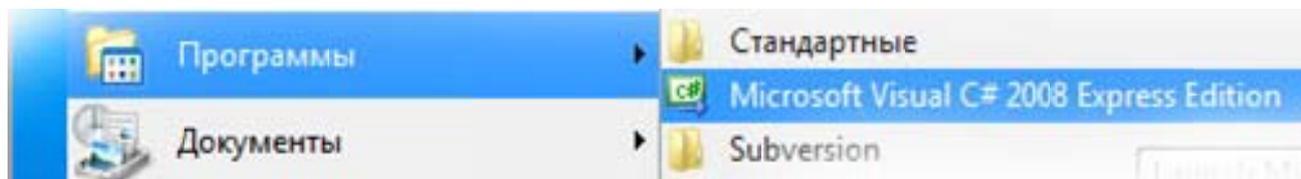

Рис. 62 Меню «Пуск/Программы»
1. Создать проект приложения. Запустите интегрированную среду разработки Microsoft Visual C# 2008 Express Edition (данную версию среды можно скачать из сети интернет с официального сайта компании Microsoft) из меню Windows «Пуск/Программы» (рис. 62).